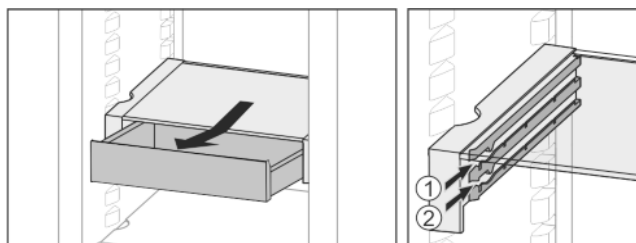

Fig. 20
- ▶ Skub den ind i den ønskede højde Fig. 20 (1) eller Fig. 20 (2).